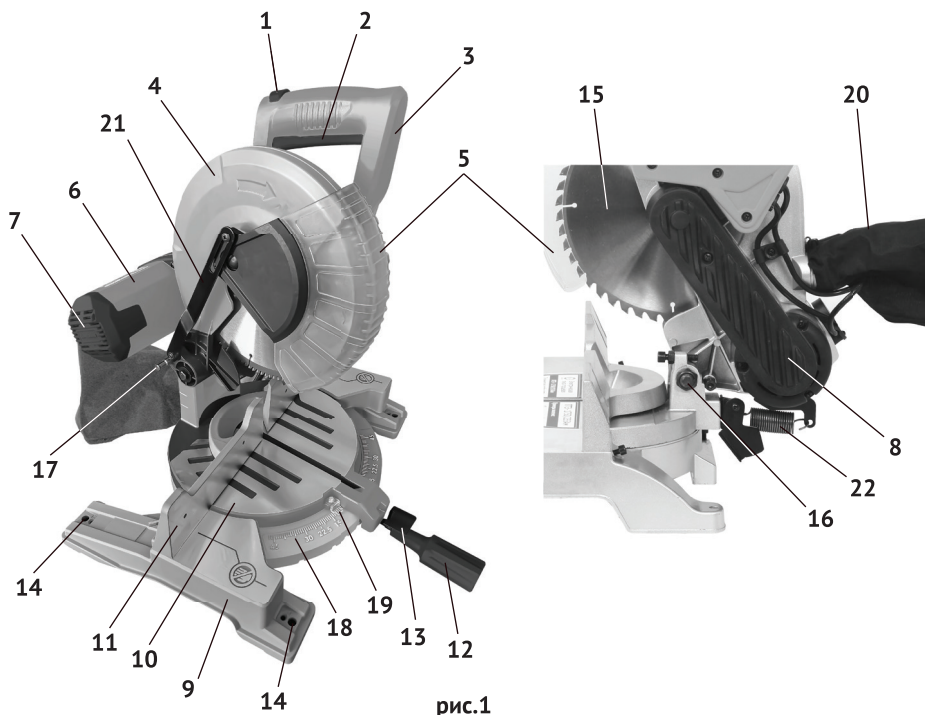
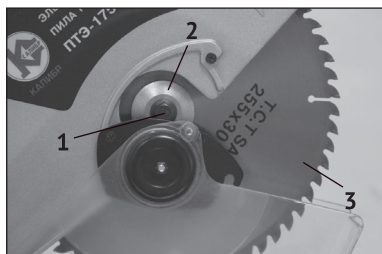

рис.1
рис.4
1.1.3 Основным несущим узлом режущего блока пилы является металлический корпус редуктора, выполненный заодно с верхним защитным кожухом диска (рис.1 поз.3). К корпусу редуктора крепится пластиковый корпус двигателя (рис.1 поз.6). С противоположной стороны к редуктору крепится рукоятка (рис.1 поз.3). Вертикальное перемещение режущего блока для реза обеспечивает ось (рис.1 поз.16), закреплённая между двумя опорами рабочего стола, выполненных в виде кронштейнов. Возвратная пружина (рис.1 поз.22) возвращает режущий блок в исходное положение.
1.1.4 Рабочий стол (рис.1 поз.10), вместе с режущим блоком, имеет возможность смещения (вправо/влево) относительно основания (рис.1 поз.9) и параллельного упора (рис.1 поз.11), в который упирается обрабатываемая заготовка. Таким образом обеспечивается рез под углом (от 0 до 45°) материала (брус, доска, планка и т.п.).
- проверьте работоспособность выключателя электродвигателя: при отжатой кнопке блокировки (рис.1 поз.1) клавиша выключателя (рис.1 поз.2) не нажимается, при нажатой кнопке блокировки, нажатием на клавишу, включается двигатель пилы. Отпущенная клавиша возвращается в исходное положение;
- нажать кнопку блокировки клавиши выключателя (рис.1 поз.1);
- удерживая кнопку, нажать клавишу выключателя (рис.1 поз.2);
- отведите подвижный защитный кожух (рис.1 поз.5) вверх до упора,
чтобы иметь свободный доступ к шпинделю (рис.4 поз.1). Заблокируйте вращение шпинделя нажатием кнопки фиксации, расположенной на корпусе режущего блока, между рукояткой (рис.1 поз.3) и неподвижным кожухом (рис.1 поз.4);
- с помощью специального ключа открутите фиксирующий болт диска, снимите внешний зажимной фланец (рис.4 поз.2) и пильный диск (рис.4 поз.3) вместе с опорным фланцем со шпинделя;
- для установки угла поворота ослабьте фиксирующую рукоятку поворотного основания (рис.1 поз.12) рабочего стола, отвернув против часовой стрелки;
- нажав рычаг фиксатора (рис.1 поз.13) установите необходимый угол распила и отпустите рычаг;
- во время работы для эффективного отвода пыли из зоны пиления подключите пылесос или установите штатный пылесборник (рис.1 поз.20) на отверстие отвода стружки;
- для замены щёток необходимо, открутив винты крепления, снять крышку двигателя (рис.1 поз.7) с корпуса двигателя (рис.1 поз.6);
- для замены ремня необходимо: снять защитный кожух (рис.1 поз.8), открутив винты крепления, проворачивая ведомый шкив, снять ремень, очистив вал якоря (является шкивом ведущим), шкив ведомый и кожух ремня, установить новый ремень и прикрутить защитный кожух;
- для облегчения транспортировки пилу следует сложить в транспортировочное состояние. Для этого следует полностью опустить режущий блок пилы и зафиксировать его в нижнем положении с помощью стопорного рычага (рис.1 поз.21). Закрепить рабочий стол - поворотное основание с помощью фиксирующей рукоятки поворотного основания (рис.1 поз.12);